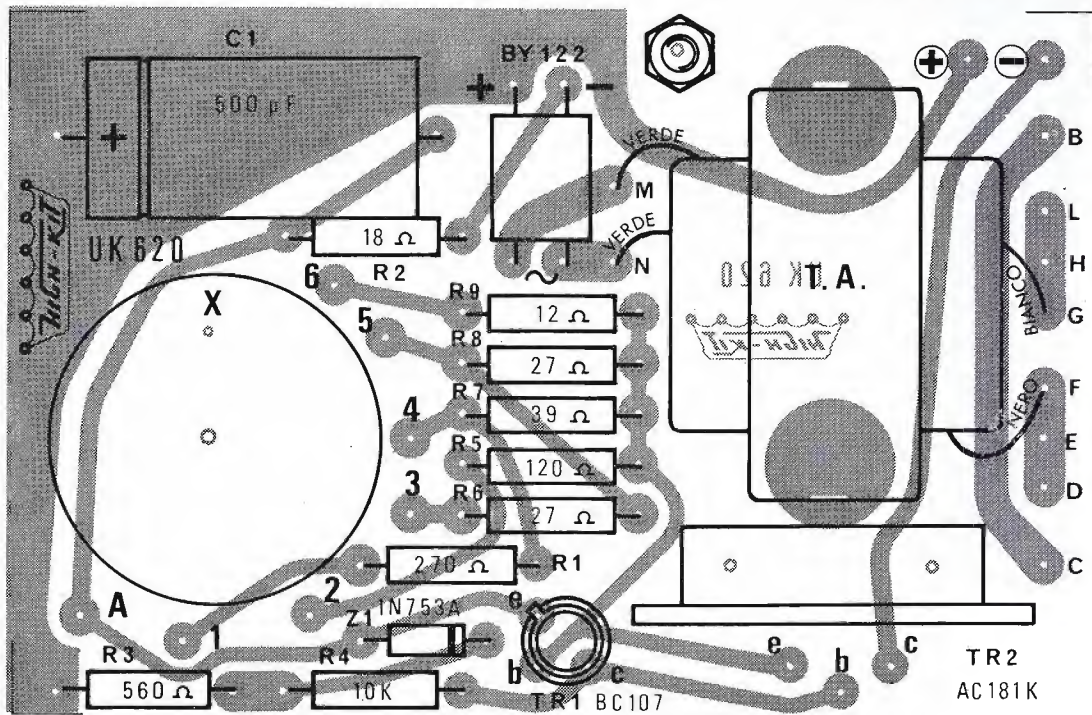
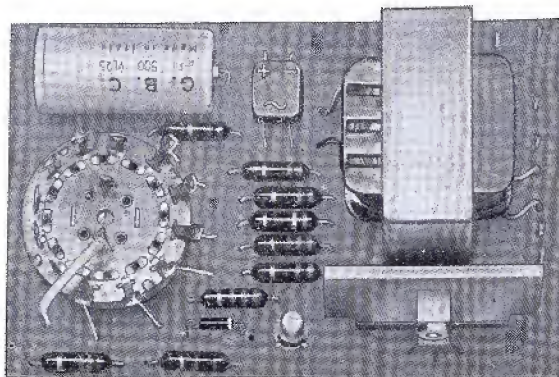
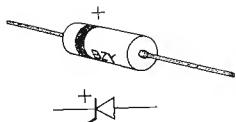
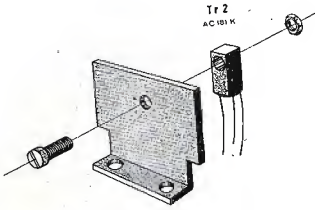

figura 2
figura 3
figura 4
figura 5
Infatti, grazie alla vista serigrafica della disposizione dei componenti sulla parte non ramata della basetta a circuito stampato, riportata in figura 2 tutta l'operazione di cablaggio può essere realizzata in modo molto semplice.
- montare il diodo BY122 in modo che le diciture sul corpo dello stesso risultino come indicano sia la figura 2 che la foto di figura 3;
- montare lo zoccolino porta transistori di TR1, quindi il diodo zener Z, del quale, per evitare errori di collegamento, la figura 4, così come la figura 2, indica la polarità facilmente deducibile dalla fascetta bianca posta sul corpo dello stesso;
- montare TR2 fissandolo in primo luogo come è indicato in figura 5 mantenendo il lato del terminale della base verso il dado; quindi applicare il tutto alla basetta tramite due viti 3 MA x 8 e controllando che i terminali del transistor stesso siano inseriti nei rispettivi fori come riportato dalla figura 2;
Questo particolare di collegamento è chiaramente visibile in figura 3. Saldare ai punti C e D sulla basetta circa cm 8 di filo nero intrecciato e ai punti + e - circa cm 8 di filo nero e di filo rosso intrecciati collegando il filo rosso al + e il nero al -.